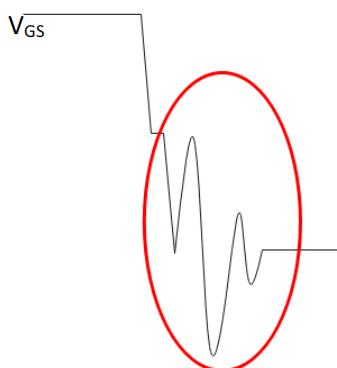

图 8-4 棚极振铃现象
- 1) 栅极信号振铃，导致 MOS 损坏（如图 8-4 所示）；